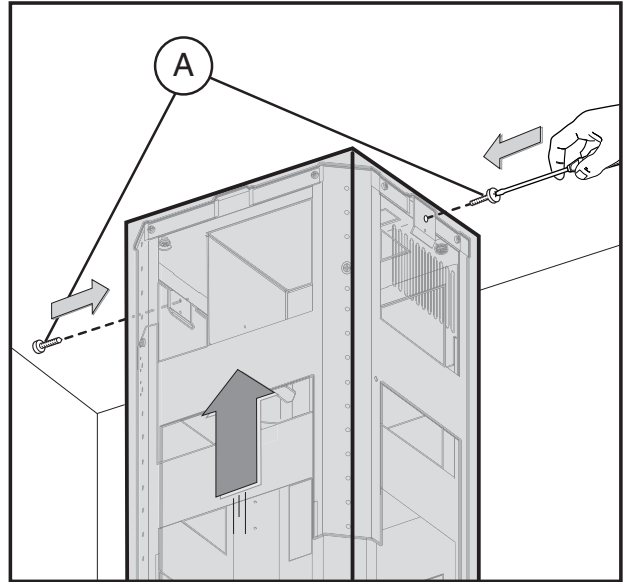
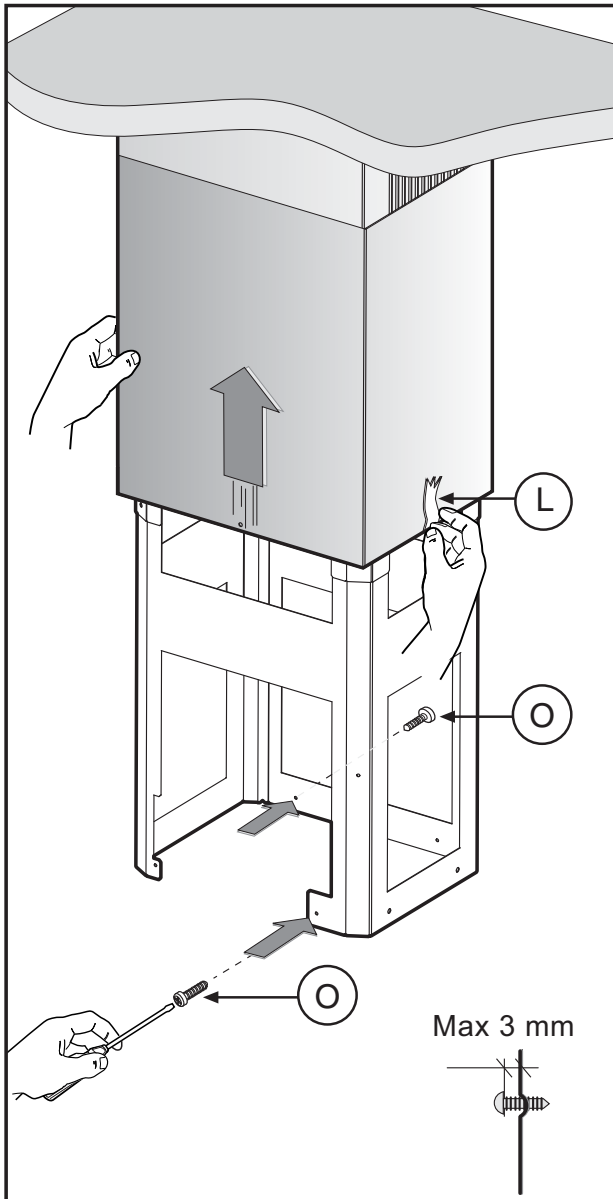
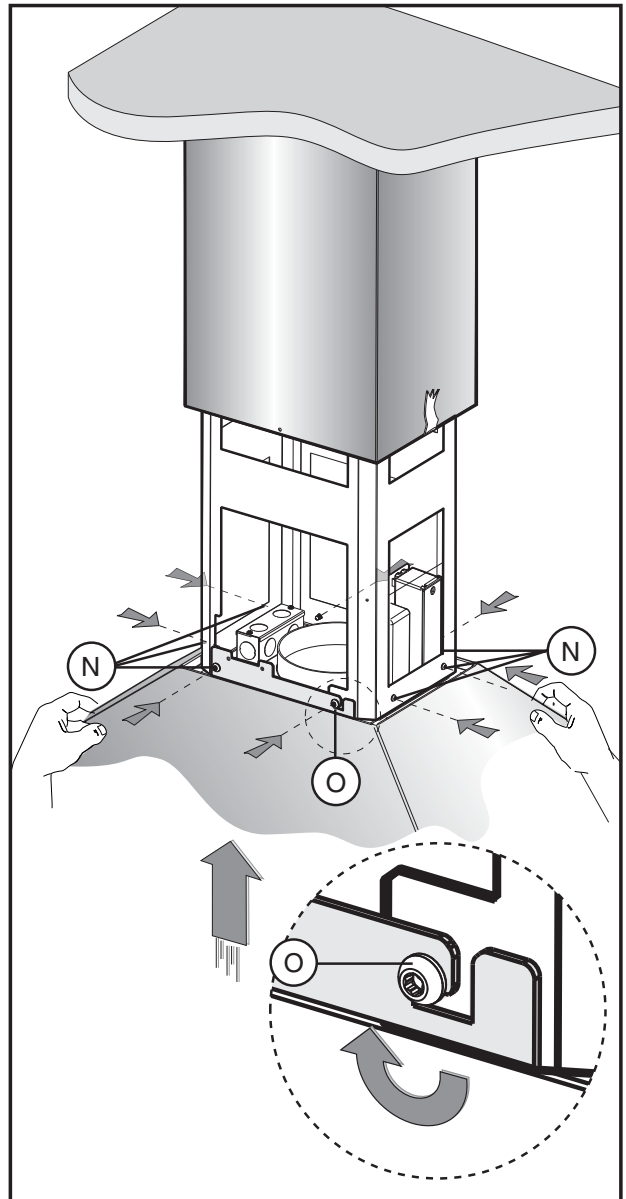

Fig.7
Fig.8
Fig.9
le fixer à la structure à l'aide des 2 vis **A** (**Fig.7**). Assembler le conduit de fumées inférieur avec le conduit supérieur et le fixer attentivement avec du ruban adhésif **L** (**Fig.8**).
- Visser les 2 vis **O** (**Fig.8**) de 3 mm au maximum. Insérer le groupe d'aspiration à l'intérieur de la structure en faisant attention à ce que les vis **O**, aillent se placer avec les orifices fendus dans la partie inférieure comme c'est indiqué dans la (**Fig.9**).
- Visser les 4 vis **N** (fournies avec l'appareil) et serrer les 2 vis **O** (**Fig.9**).
Fig.8: Les filtres C doivent être appliqués au groupe aspirant situé à l'intérieur de la hotte en les plaçant au centre de celui-ci et en les tournant de 90 degrés jusqu'au déclic de blocage.